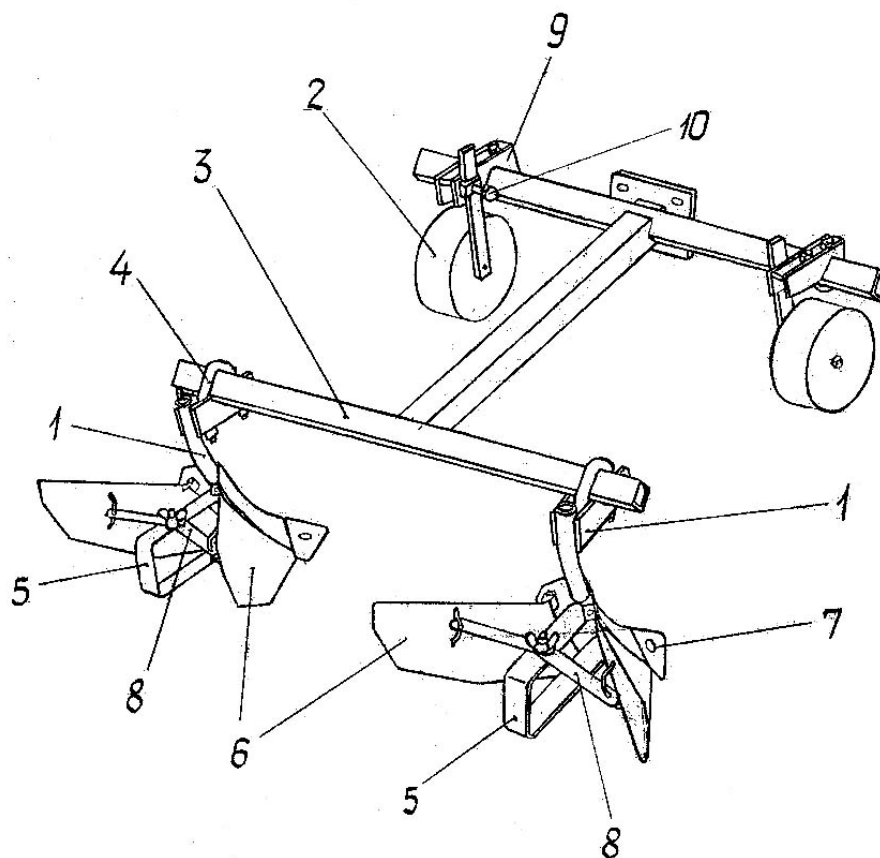

Рисунок 1 – Окучник ОУ-00 000
5.1 Подготовка к работе окучника ОУ-00 000 (рисунок 1)
При первичной обработке междурядий пропашных культур отвалы б окучника (рисунок 1) максимально сузьте или снимите с корпусов, используя окучник как культиватор.